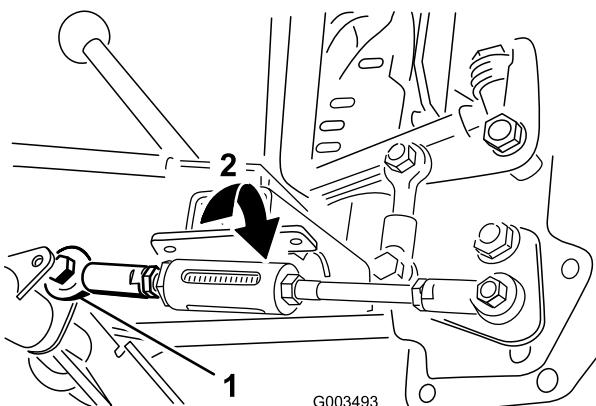

Рисунок 19
- Снимите болт и шайбу, которые крепят тягу к шарнирной трубе (Рисунок 19).
- Затягивайте контргайку, которая крепит пружинную тягу, пока наружу не будут выступать 1/4-1/2 дюйма резьбы, что свидетельствует о приложении натяжения к пружине (рис. 19).